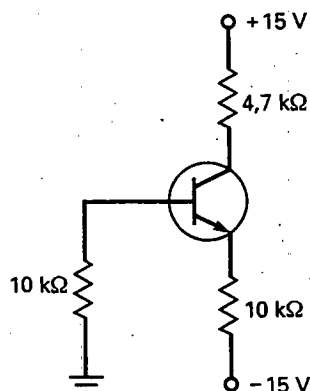

Figura 8-23
- 8-13. ¿Cuál es el valor de la corriente de emisor en la Figura 8-23? ¿Cuál es el valor de la tensión de colector?
- 8-14. Si todas las resistencias de la Figura 8-23 se duplican, ¿qué valor tiene la corriente de emisor? ¿Y la tensión de colector?
- 8-15. Todas las resistencias de la Figura 8-23 tienen una tolerancia de ± 5 por 100. ¿Cuál es el mínimo valor posible para la tensión de colector? ¿Y el valor máximo?
- 8-17. La tensión de colector, ¿aumenta, disminuye o se mantiene constante en el circuito de la Figura 8-23?